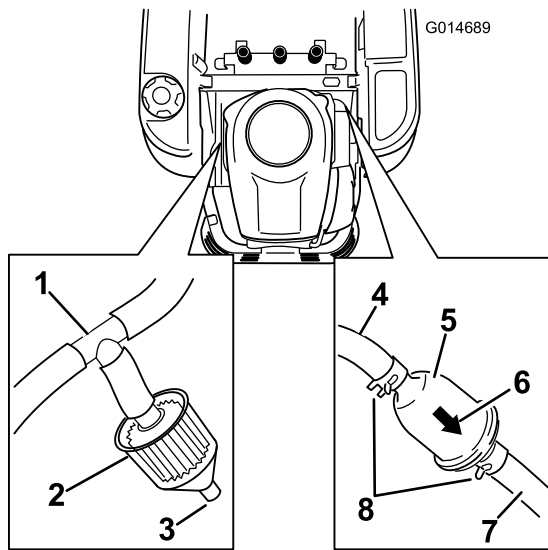

Figure 35
3. Soulevez le siège et localisez les filtres à carburant, comme illustré à la Figure 35.
Certaines machines sont équipées d'un filtre antipollution (Figure 35) monté sur un raccord en T sur la conduite de dégazage venant du réservoir de carburant. Le filtre est conçu avec un orifice ouvert. Examinez régulièrement le filtre. Remplacez le filtre s'il est encrassé ou colmaté.